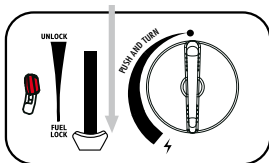
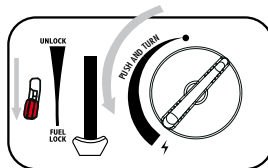

fig. 3
fig. 4
3. Presione la palanca del cartucho (6) hacia abajo (fig.3) y cierre la tapa del cartucho.
4. Si oye un "silbido", el cartucho no se ha colocado correctamente. No intente encender el aparato, mueva la palanca (6) a la posición "Desbloquear" y repita los pasos (1-4).
5. Presione la palanca de flujo de gas (fig.4) hacia abajo para liberar el gas.
6. Gire el mando (8) completamente a la posición de encendido hasta que haga clic. (fig.4) Repita esta acción hasta que el quemador se encienda.